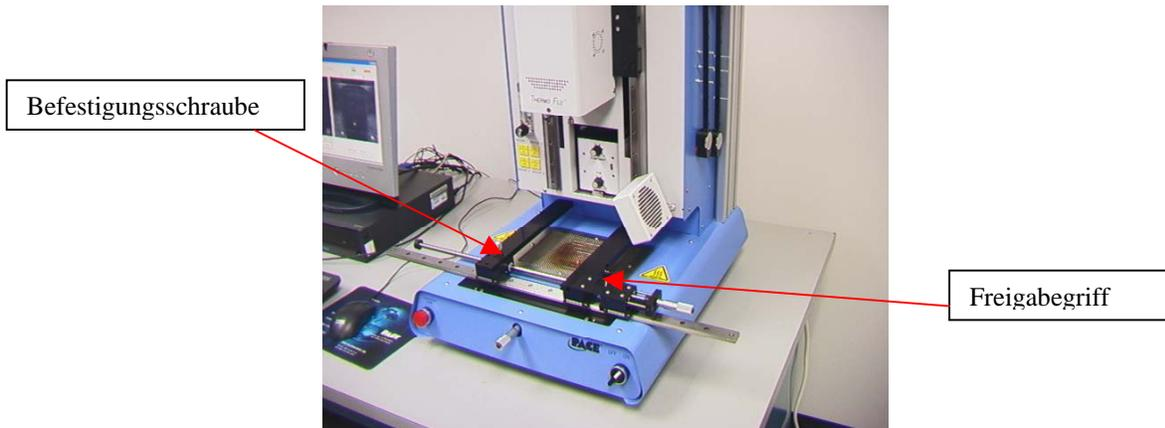

Abbildung 15
- v. Platzieren Sie die Leiterplatte zwischen den Armen der TF 1700 Arbeitsstation und ziehen Sie die Befestigungsschraube fest. (Abbildung 15)